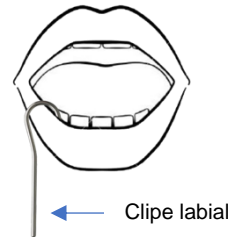

Fig. 5
2. Prenda o clipe labial no paciente – consulte a Fig. 5.